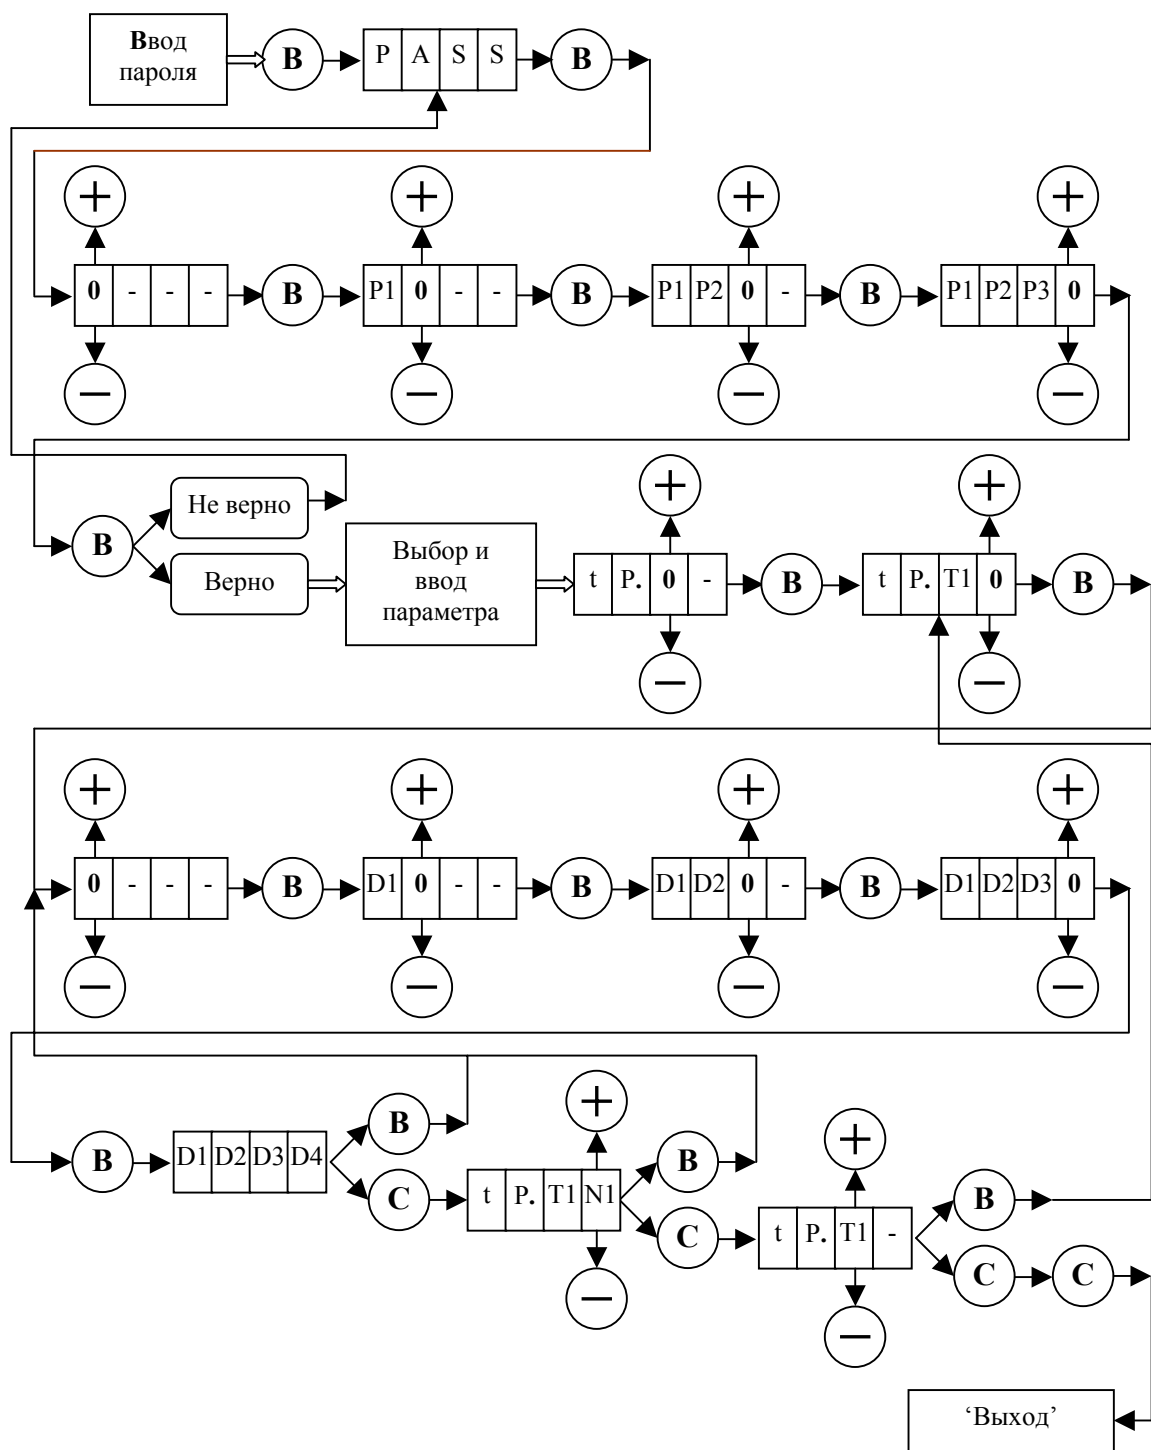

Рис. 3. Ввод параметров с помощью клавиатуры.
- **E0L** – переезд зоны полного открытия (**C0, рис.3**) или полного закрытия (**C9, рис.3**). *Синхронизация* в этом случае выключается. Ошибка сбрасывается при смене кода направления движения. При повторном неоднократном возникновении данной ошибки нужно провести **измерение проема**, если затем эта ошибка все равно будет возникать, необходимо проверить механику привода.
3.5.7.3. На **рис. 3** изображена диаграмма ввода параметров с помощью клавиатуры, где кружки с соответствующими надписями обозначают кнопки клавиатуры, причем буква **В** обозначает **ВВОД**, а буква **С** – **СБРОС**.